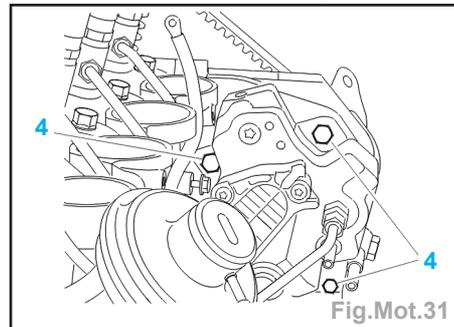

Fig.Mot.31
- les vis de support arrière de pompe (1),
- la vis de fixation de la patte sur le support (2),
- les vis du support de patte sur la culasse (3).
- les 3 vis (4) de fixation de pompe sur son support la pompe (Fig.Mot.31),